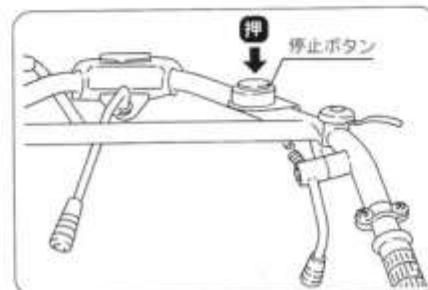

図11
④ 停止ボタンを押してください。エンジンが停止します。(図11)